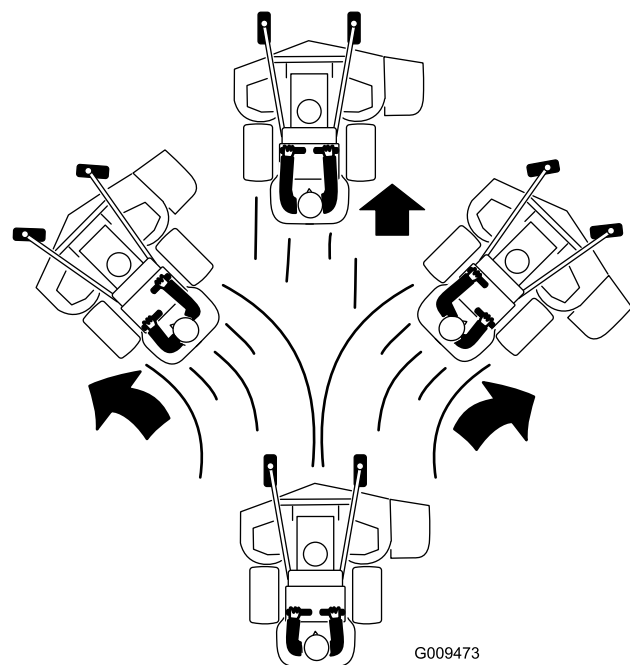

図 20
3. 走行コントロールレバーをゆっくりと前に倒す 図 20。